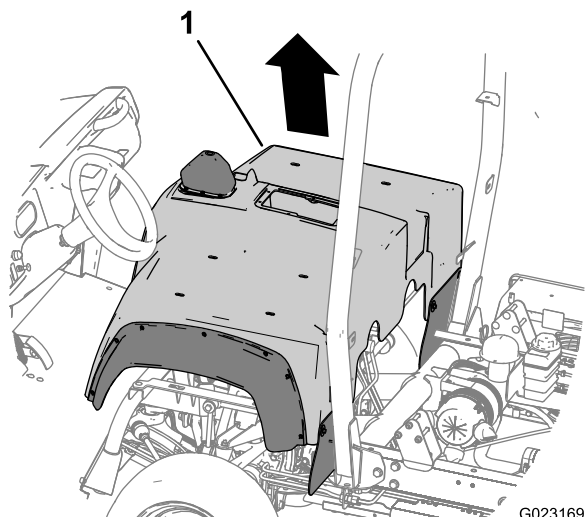

Figure 12
3. Soulevez le carénage du siège et déposez-le de la machine (Figure 12).